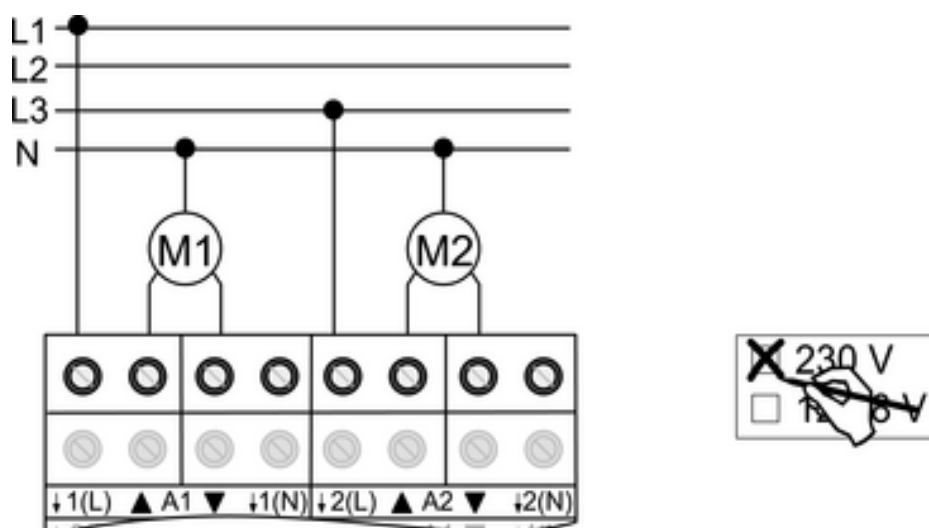

Figura 6
- Conectar los motores (figura 6).
- Indicar en la etiqueta que se está utilizando el modo **230 V** (figura 6).
- i** Las conexiones del conductor N (14) sólo sirven para el reconocimiento del tiempo de desplazamiento y no ofrece ningún potencial N.